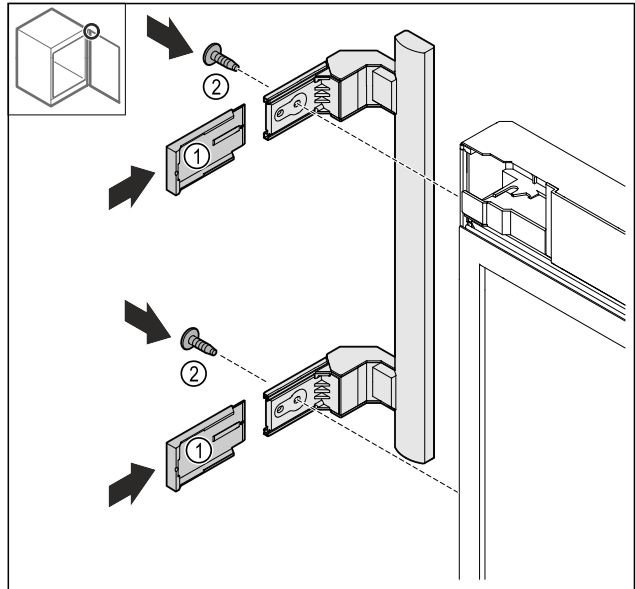

Fig. 26
- ▶ Lükake katted Fig. 26 (1) peale.